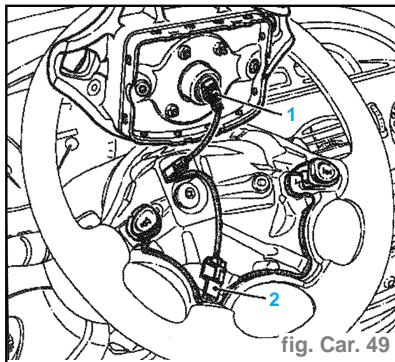

fig. Car. 49
- Débrancher impérativement son connecteur blanc (1) ainsi que le connecteur de l'avertisseur (2) (fig. Car. 49).